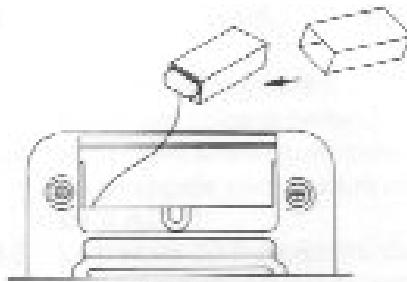

FIG: 2
- Inserire la batteria nell'alloggiamento. (FIG: 2)